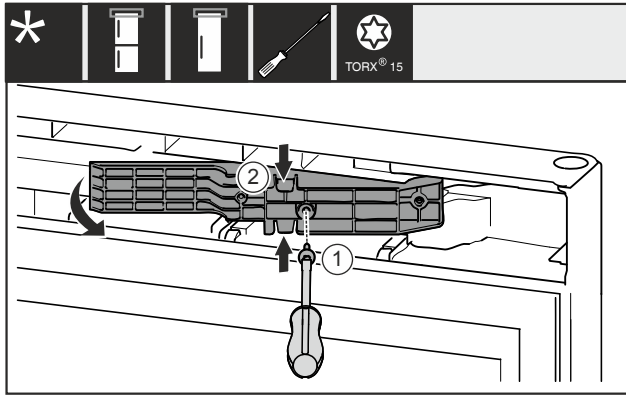

Fig. 15 *
- ▶ Távolítsa el a csavart Fig. 15 (1)*
- ▶ Finoman nyomja össze az illesztődarabot Fig. 15 (2) alul és felül, és húzza ki.*